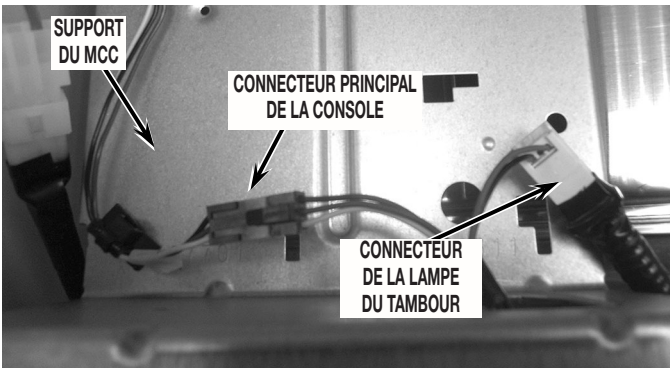

FIGURE 4
4. Débrancher le connecteur de la lampe du tambour et le connecteur principal de la console – voir la *Figure 4*. Soulever le module de la console et faire basculer celui-ci vers l'avant pour la déposer.